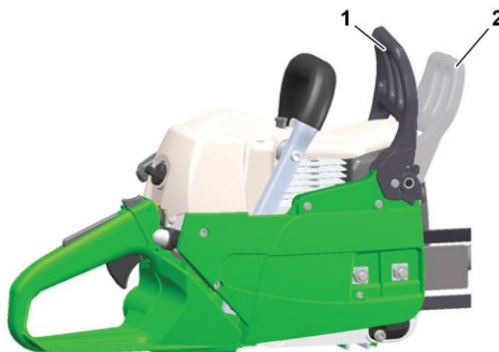

Fig. 8: Legg inn kilereimsbremsen
- > Trekk håndvernet bakover til fremre grep (se fig. 8).